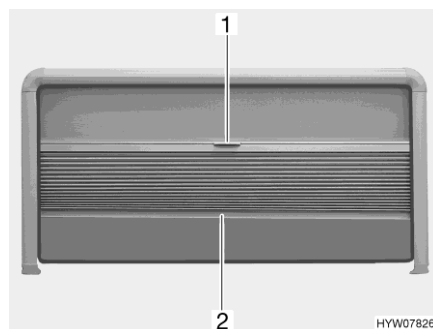

Fig. 44 Dispositif occultant plissé et moustiquaire (fenêtre projetante)
- Saisir la tige de fermeture (Fig. 44,2) du dispositif occultant plissé par le milieu et tirer avec précaution vers le bas.
- Maintenir la tige de fermeture (Fig. 44,2) du dispositif occultant plissé par le milieu et pousser ce dernier avec précaution vers le haut.
- Tirer la moustiquaire vers le bas en la maintenant par la poignée (Fig. 44,1).
- Pousser la moustiquaire à fond vers le haut en la maintenant par la poignée (Fig. 44,1).